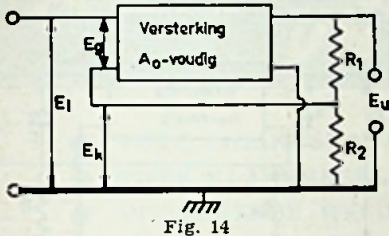

Fig. 14
- a) Hierbij verwijzen we naar de schakeling volgens fig. 14 (fig. 1 RB Jan. blz. 42).
Het deel  $R_2$  van de kathode-weerstand is nu niet ontkoppeld; de wisselspanning, die we tussen de kathode en aarde invoeren, komt nu in tegenfase tussen het rooster en aarde; de spanning tussen rooster en kathode, die maatgevend is voor de versterker, bestaat zodoende uit het verschil van de ingangsspanning  $E_i$  en de kathodespanning  $E_k$ ; hierdoor komt de schakeling met die van fig. 14 overeen.